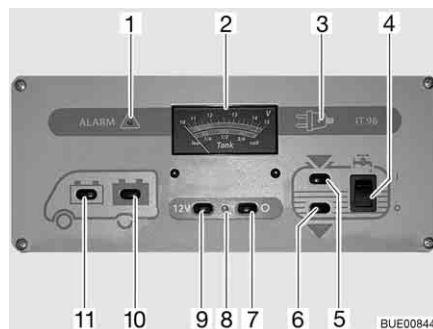

Bild 133 Panel IT 96-2
Der 12-V-Hauptschalter (Bild 133,7 und 9) schaltet das Panel und die 12-V-Versorgung des Wohnraums ein und aus.
- Schalter (Bild 133,9) drücken "12 V": Die 12-V-Versorgung des Wohnraums ist eingeschaltet. Die Kontroll-Leuchte (Bild 133,8) leuchtet grün.
Ausschalten: ■ Schalter (Bild 133,7) drücken "O": Die 12-V-Versorgung des Wohnraums ist ausgeschaltet. Die Kontroll-Leuchte (Bild 133,8) erlischt.
Beim Anzeigeeinstrument V/Tank (Bild 133,2) die obere Skala beachten. Das Anzeigeeinstrument wird automatisch beleuchtet, sobald ein Schalter gedrückt wird.
- Schalter (Bild 133,11) drücken : Die Batteriespannung der Starterbatterie wird angezeigt.
- Schalter (Bild 133,10) drücken : Die Batteriespannung der Wohnraumbatterie wird angezeigt.
Beim Anzeigeelement V/Tank (Bild 133,2) die untere Skala beachten. Das Anzeigeelement wird automatisch beleuchtet, sobald ein Schalter gedrückt wird.
- Schalter (Bild 133,5) drücken "": Die Wassermenge wird angezeigt.
- Schalter (Bild 133,6) drücken "": Die Abwassermenge wird angezeigt.
Einschalten: ■ Wippschalter (Bild 133,4) oben drücken "I": Die Wasserversorgung ist eingeschaltet.
Ausschalten: ■ Wippschalter (Bild 133,4) unten drücken "O": Die Wasserversorgung ist ausgeschaltet.
Die rote Warnleuchte "ALARM" (Bild 133,1) blinkt, sobald die Spannung der Wohnraumbatterie 11 V (Messung im laufenden Betrieb) unterschreitet und damit Tiefentladung droht.
Die 12-V-Kontroll-Leuchte (Bild 133,8) leuchtet, wenn der 12-V-Hauptschalter (Bild 133,9) eingeschaltet ist.
Die gelbe 230-V-Kontroll-Leuchte (Bild 133,3) leuchtet, wenn am Eingang des Elektroblocs Netzspannung vorhanden ist.